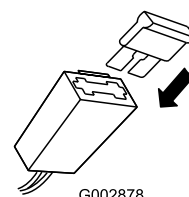

Figure 10
2. Placez le fusible dans le porte-fusible (Figure 10).